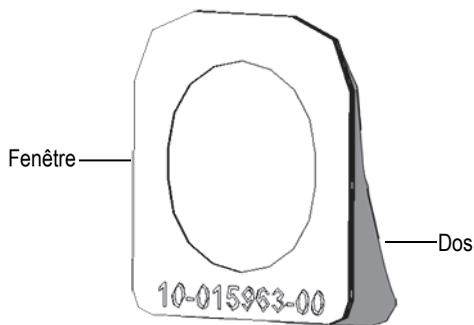

Figure 4-7 Retrait de la pellicule au dos de la nouvelle fenêtre
1. Sortez la fenêtre de son emballage et retirez complètement la pellicule qui se trouve au dos (Figure 4-7 à la page 66).